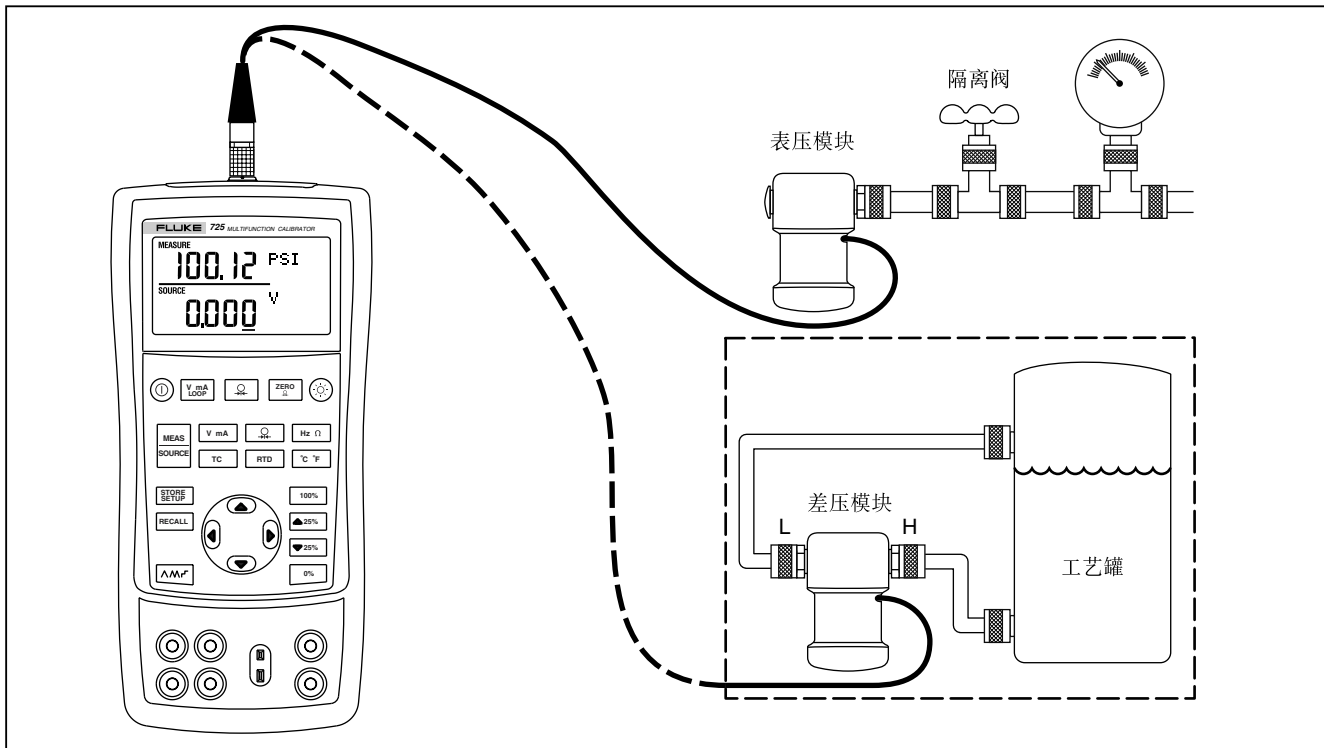

图 13. 测量压力的连接
1. 如图13所示把压力模块和校准仪连接起来。压力模块管接头的螺纹能接受标准的 ¼ 英寸NPT 管接头。如果有需要，请用本仪表所提供的 ¼ NPT 到 ¼ ISO 的转接头。